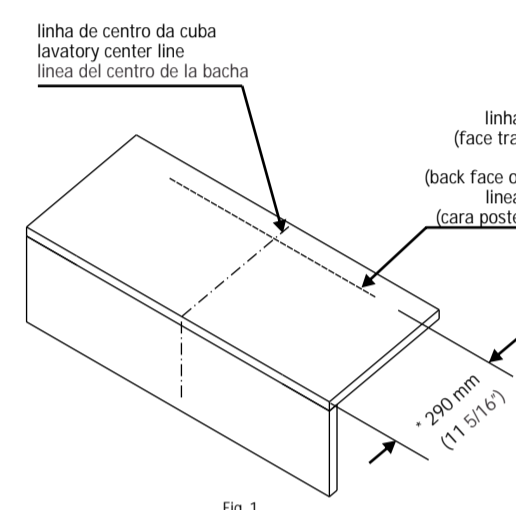

Fig 1
- 1 - Traçar no tampo, uma linha de referência (face traseira da cuba) com 288 mm a partir da frente do tampo e uma linha perpendicular a esta para centralizar a cuba, conforme fig. 1.
- 1 - Draw a 11 5/16" reference line (back face of the lavatory) starting from the front of the cover, and a perpendicular line to the reference line to center lavatory on cover, according to figure 1.